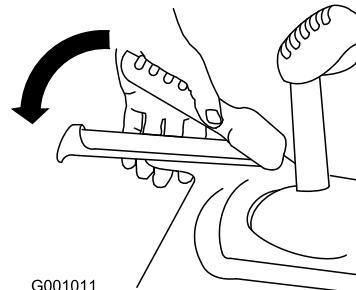

Figura 19
3. Premete la leva sinistra (della trazione) contro l'impugnatura (Figura 19).
- Premete la leva sinistra (della trazione) contro l'impugnatura (Figura 19).